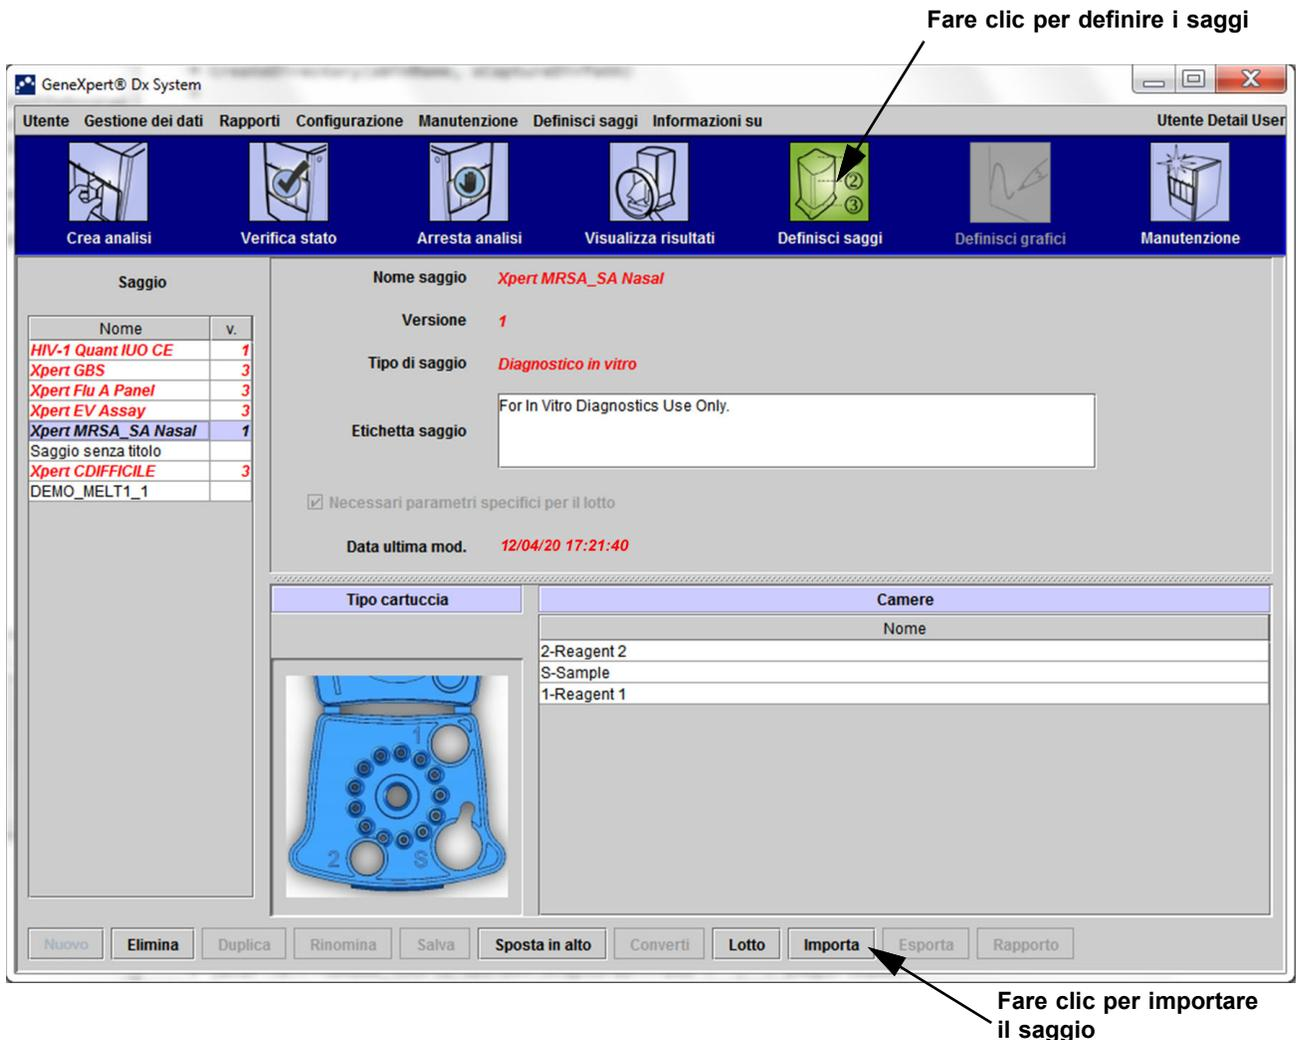
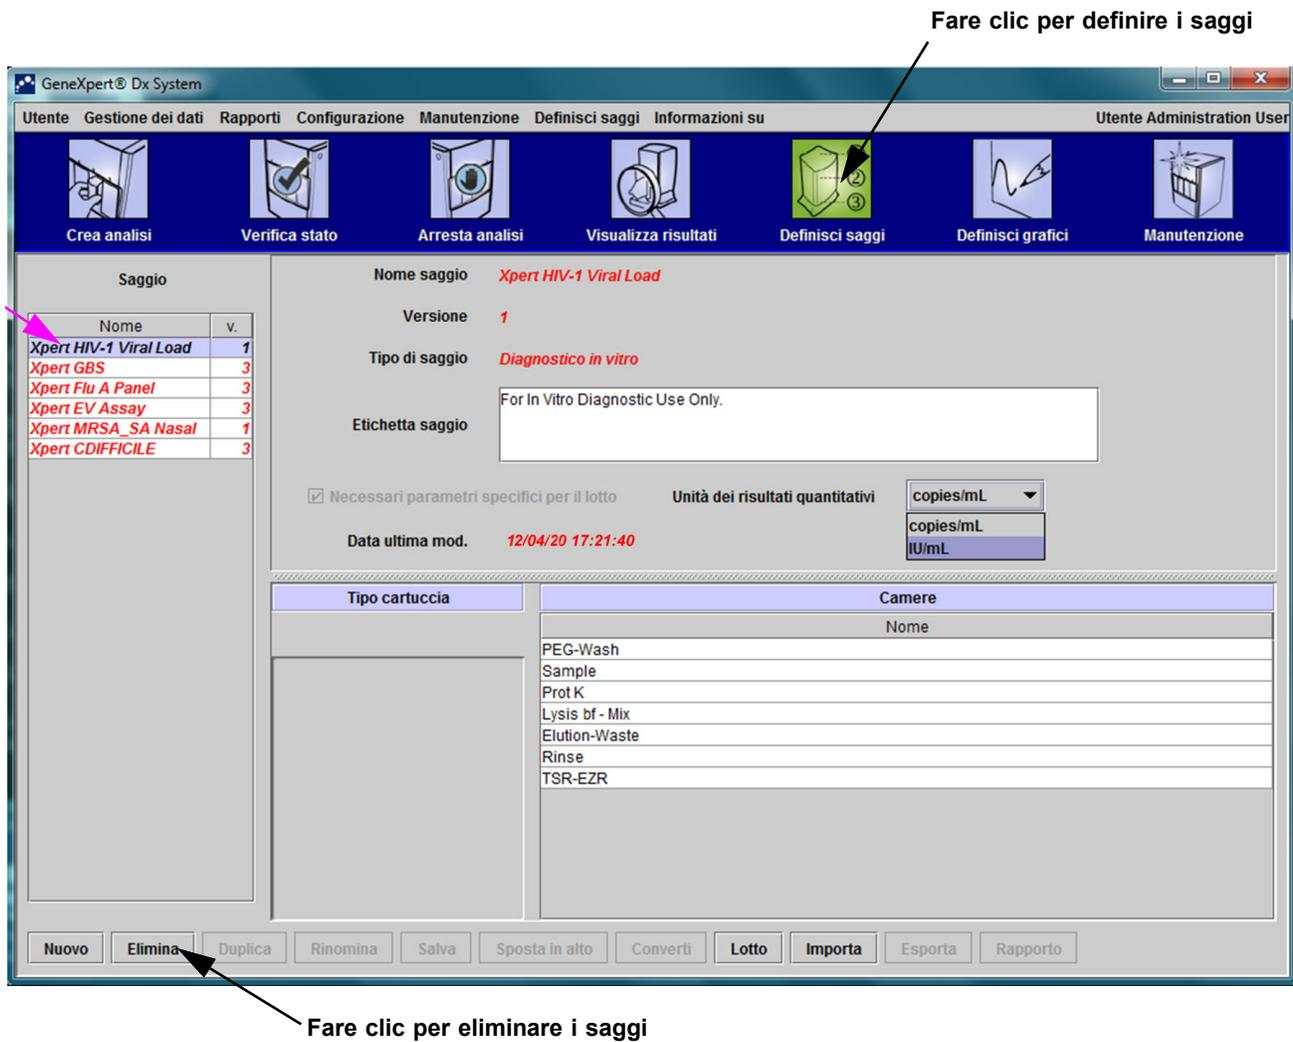

Figura 2-91. Sistema – Finestra Definisci saggi (vista dell’utente avanzato)
Figura 2-93. Finestra GeneXpert Dx System – Definisci saggi (vista dell'utente Amministratore)
1. Nella finestra GeneXpert Dx System, fare clic su **Definisci saggi** sulla barra dei menu. Verrà visualizzata la finestra Definisci saggi. La Figura 2-93 mostra la finestra Definisci saggi per l'amministratore del GeneXpert Dx System. La finestra per gli utenti di base e per gli utenti avanzati contiene un numero minore di funzioni. Vedere la Figura 2-91.
Dopo avere importato un saggio quantitativo è possibile modificare l'unità dei risultati quantitativi. Vedere la Figura 2-93.
1. Per eliminare un file di definizione del saggio, nella finestra Definisci saggi (vedere la Figura 2-93), selezionare il nome del saggio nell'elenco Saggio, sul lato sinistro della finestra, quindi fare clic su **Elimina**. Verrà visualizzato un messaggio di conferma.